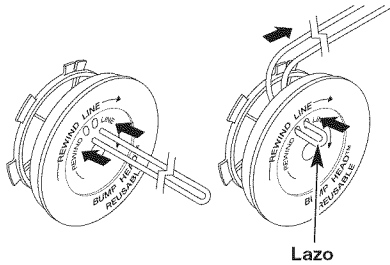

Fig. 17
- Tome aproximadamente 5.4 m (18 pies) de nueva línea de corte, enlácela en dos longitudes iguales. Inserte cada extremo de la línea a través de uno de los dos orificios del carrete interior (Fig. 17). Pase la línea a través del carrete interior de modo que el lazo sea lo más pequeño posible.